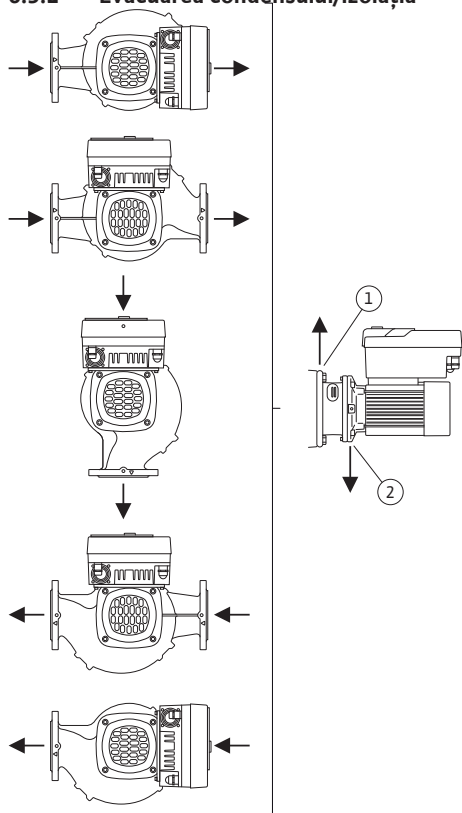

Fig. 16: Poziții de montare admise la arborele dispus orizontal
- Dacă arborele motorului este montat orizontal, poziția orificiului de condens trebuie să fie obligatoriu în jos (Fig. 16, Poz. 2). La nevoie, motorul trebuie rotit.